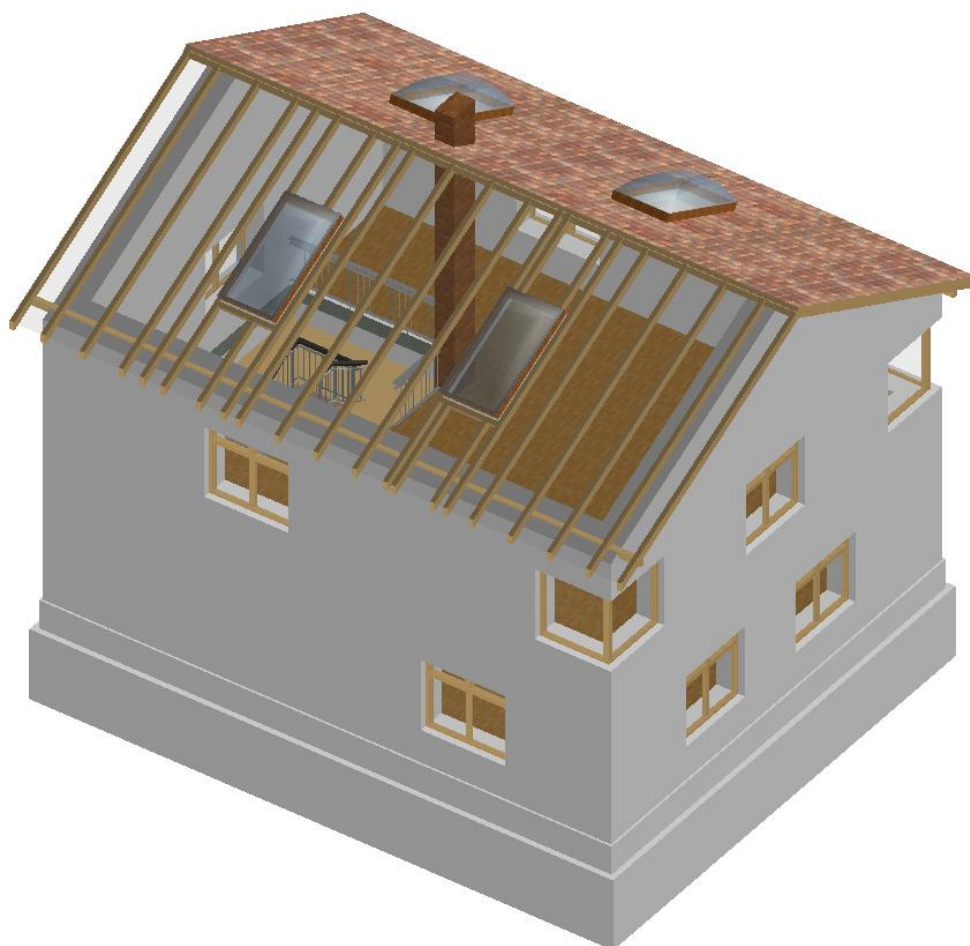

Рис. 3.3. Один скат крыши сделан из стекла.
2. Для просмотра аксонометрии дома с изображением несущих конструкций, можно саму крышу сделать прозрачной - из стекла (материал: Стекло прозрачное). Можно сделать один или оба ската (рис. 3.3.).